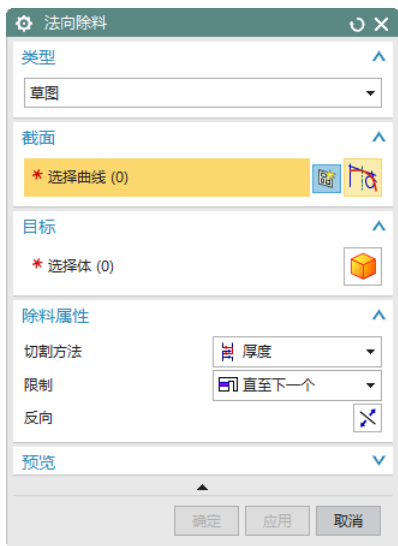

图 5-31 “法向除料”对话框
(1) 选择“菜单(M)”→“插入(S)”→“切割(T)”→“法向除料(N)”，或者单击“主页”选项卡“特征”面组上的“法向除料”按钮, 打开如图 5-31 所示“法向除料”对话框。